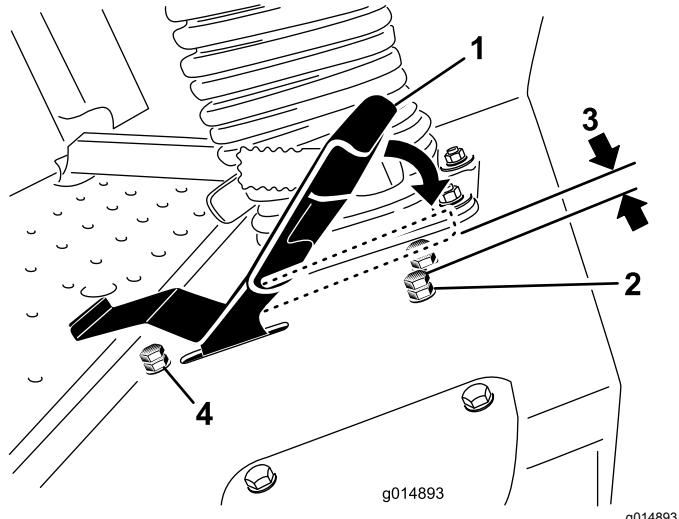

Figura 47
3. Allentate il controdado sul bullone di fermo del pedale della trazione (Figura 47).